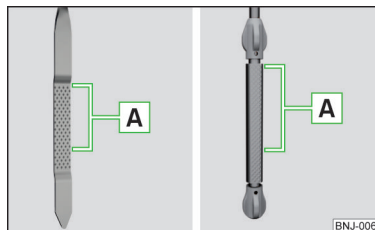

Fig. 168
Oliepind » Fig. 168
- Oliestanden må aldrig være over eller under området A » Fig. 168 – risiko for beskadigelse af motoren og udstødningssystemet.